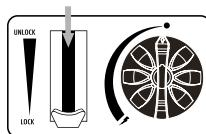

Abb. 3
3. Drücken Sie den Kartuschenhebel (6) nach unten (Abb. 3) und schließen Sie die Kartuschenabdeckung.
4. Wenn Sie ein "zischendes" Geräusch hören, ist die Kartusche nicht richtig eingesetzt worden. Versuchen Sie nicht, das Gerät zu zünden, sondern stellen Sie den Hebel (6) in die Position "UNLOCK" und wiederholen Sie die Schritte (1-4).